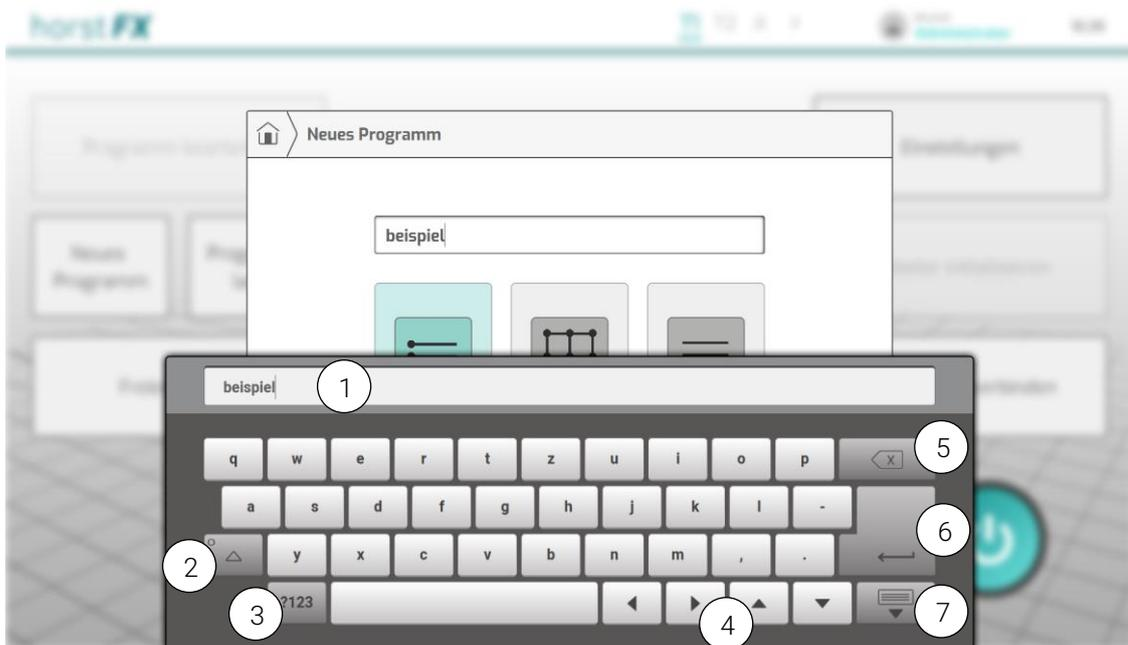
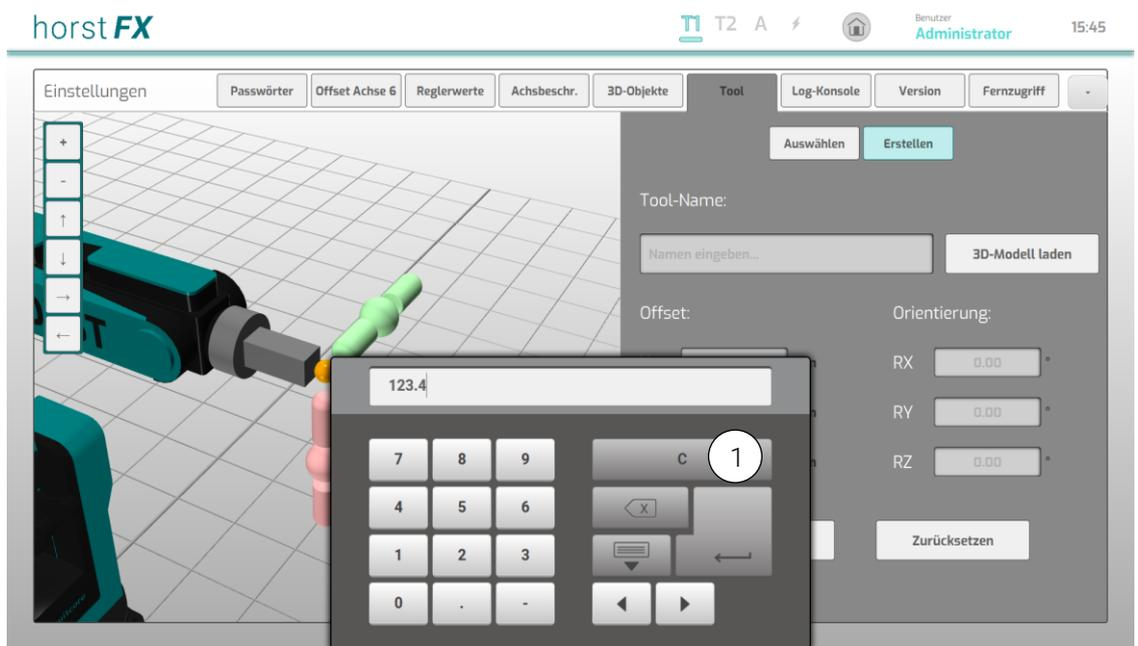

Abb. 3-5: Bildschirmtastatur für textuelle Eingaben
Abb. 3-7: Bildschirmtastatur für numerische Eingaben
Wenn in horstFX Eingaben vorgenommen werden müssen, wird dies durch eine Bildschirmtastatur ermöglicht. Es gibt die Standard-Bildschirmtastatur für textuelle Eingaben (s. Abb. 3-5) und eine kleinere Bildschirmtastatur für die Eingabe von numerischen Werten (s. Abb. 3-7). Je nach Typ des Eingabefeldes erscheint automatisch die richtige Bildschirmtastatur.
Die Tasten der numerischen Bildschirmtastatur besitzen die gleiche Funktionalität wie die Tasten der Standard-Bildschirmtastatur. Sie hat lediglich eine weitere C-Taste, mit welcher die komplette Eingabe gelöscht werden kann (s. Abb. 3-7, (1)).